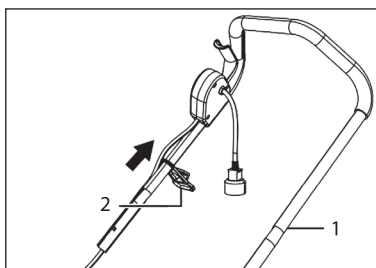

Рис. 2
2. Установите на верхнюю рукоятку (1) скобу крепления провода (2) (рис. 2).